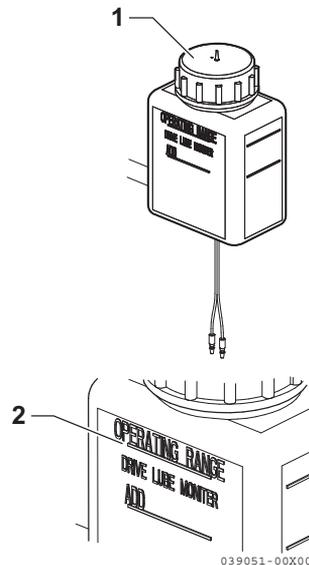

Figura 3
1. Togliere il tappo del serbatoio dell'olio (1, **Figura 3**).
2. Rabboccare il serbatoio dell'olio fino alla linea OPERATING RANGE (GAMMA OPERATIVA) (2, **Figura 3**) (pieno) con il fluido specificato.